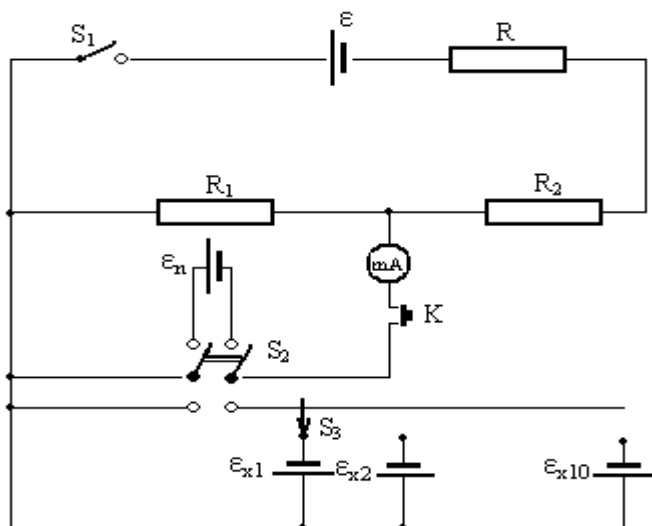

Рис. 2
затем в условиях компенсации  $\mathcal{E}_x$  определяется сопротивление  $R_1'$  и по формуле (4) рассчитывается измеряемая ЭДС. На рис. 2 приведена электрическая схема экспериментальной установки. К источнику тока  $\mathcal{E}$  последовательно подключены три магазина сопротивлений  $R_1$ ,  $R_2$  и  $R$ . Микроамперметр  $\text{mA}$  включён между средней клеммой переключателя  $S_2$  и точкой соединения магазинов сопротивлений  $R_1$  и  $R_2$ . С помощью переключателя  $S_2$  к измерительной цепи можно подключить либо эталонный источник тока  $\mathcal{E}_n$ , либо переключатель  $S_3$ , с помощью которого к измерительной цепи можно подключить один из десяти неизвестных источников тока.